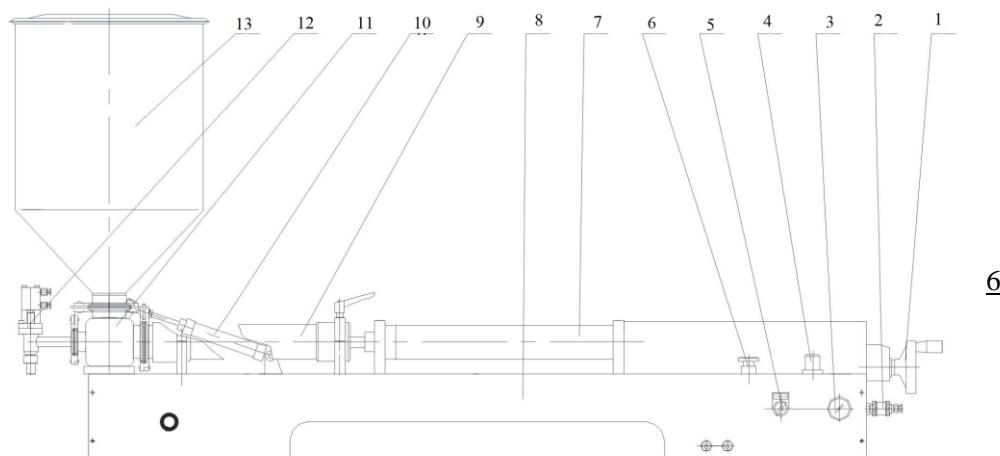

Рис.1 – Дозатор поршневой серии G1WTD, G2WTD, Модели Y1WTD, Y2WTD, аналогичны, но без загрузочного бункера и измененным загрузочным клапаном.
1. Установите сосуд с материалом (см. рис.1) в верхней части корпуса клапана (11),
2. Затем зафиксируйте соединительную деталь с помощью анкерных зажимов (10).
5. Подключить источник воздуха (воздушный компрессор\*) (2) (отодвиньте задвижку) (см. рис.1).
6. Установите рабочий режим переключателя (5) на «педаль» (см. рис.1).
7. Нажимайте на педаль, пока материал не потечет из разливочной головки (12) (см. рис.1).
8. Откройте переключатель источника воздуха (2) (см. рис.1).